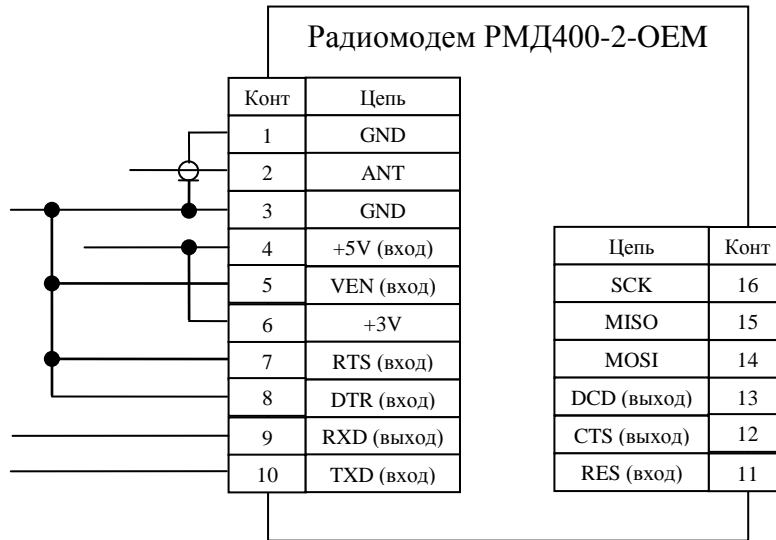

Рис. 5 Схема подключения радиомодема при питании от источника напряжением (2,7-3,1) В или стабилизированного источника питания напряжением 3,0 В
1.4.11 Схема подключения радиомодема при питании от батарейного источника напряжением (2,7-3,1) В или стабилизированного источника питания напряжением 3,0 В приведена на рис. 5.